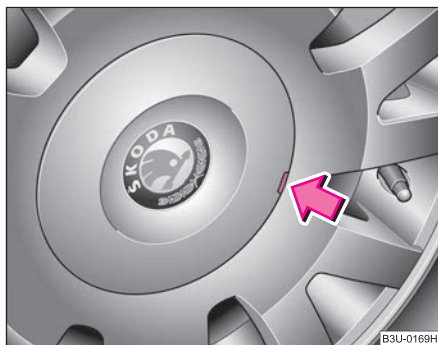

Fig. 192 Înlocuirea roții: Desprinderea ornamentelor
- Mișcați cu atenție ornamentul cu ajutorul cârligului ⇒ fig. 192. ■